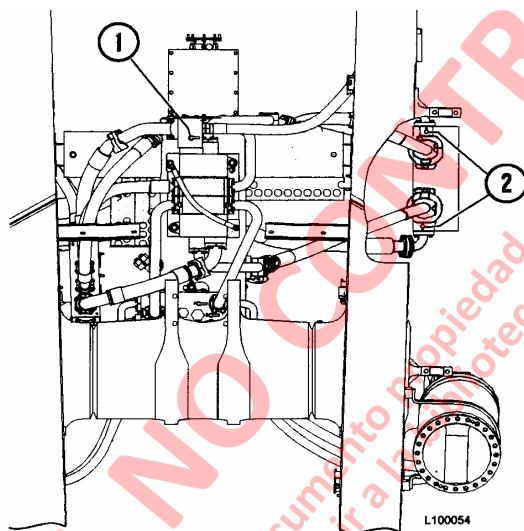
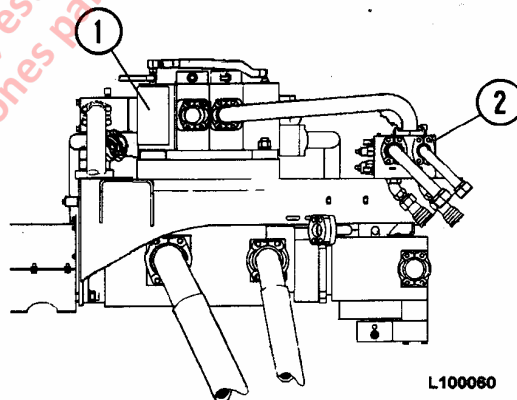

FIGURA 10-4. LUMBRERAS DE PRUEBA DE PRESION
FIGURA 10-7. AJUSTE DE LA VALVULA DE CONTRABALANCE
- Instale un indicador de baja presión de 1000 kPa (100 psi) en la lumbrera de prueba del circuito de enfriado de frenos (1, Figura 10-4) en la parte delantera de la válvula de elevación para monitorear la presión del aceite de enfriado del freno delantero.
- Instale un indicador de 25.000 kPa (3500 psi) en cada lumbrera de prueba de presión del filtro de la bomba de elevación (2, Figura 10-4).
- Instale un indicador de baja presión de 1000 kPa (100 psi) en la lumbrera de prueba izquierda superior (3, Figura 10-7) en el múltiple de retorno de frenos/elevación para monitorear la presión de suministro de enfriado del freno trasero.
- ❑ La presión en el circuito de enfriado de los frenos delanteros (1, Figura 10-4) y el circuito de enfriado de los frenos traseros (3, Figura 10-7) debe ser de aproximadamente 172 kPa (25 psi) o menos.